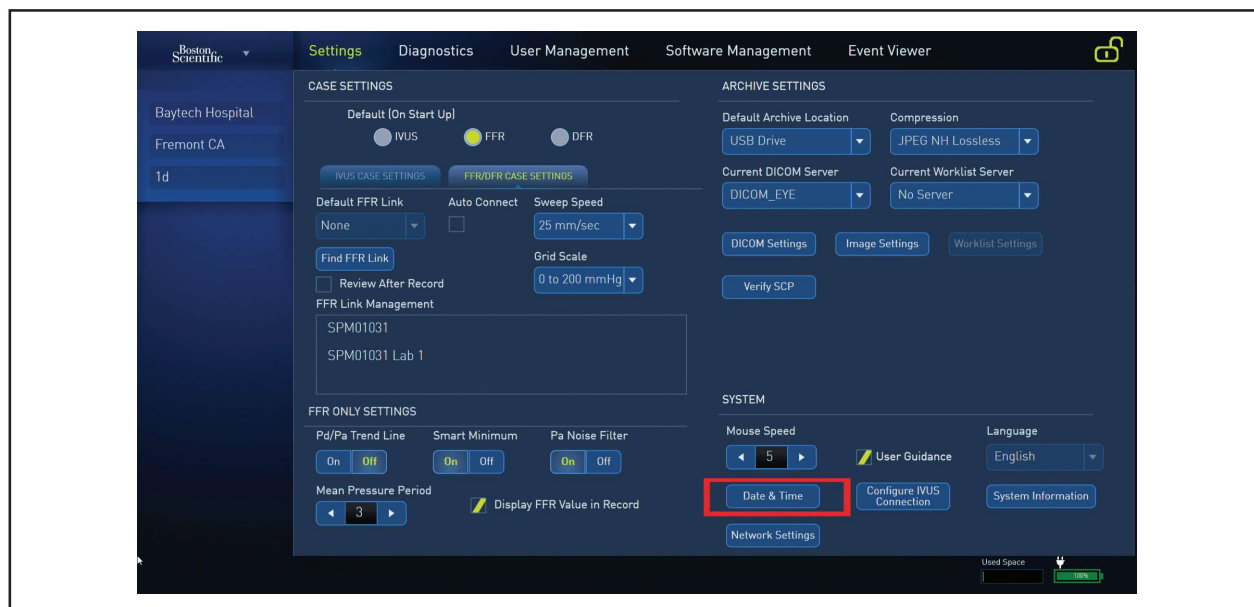

Figura 93.
6.6 Selectați **Fila Software Management** (Gestionare software, prezentată în Figura 93).